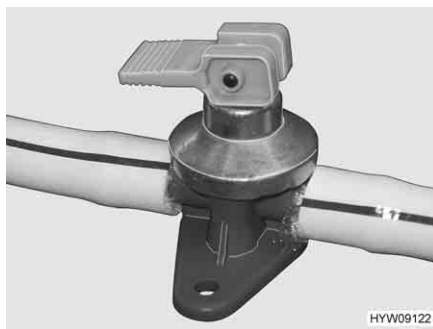
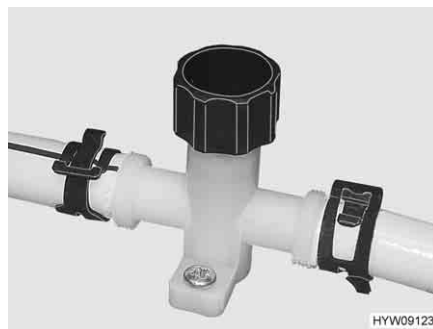

Fig. 87 Rubinetto di scarico con leva a bilanciere
Fig. 88 Rubinetto di scarico con manopola
- Aprire tutti i rubinetti di scarico (Fig. 87 o Fig. 88).